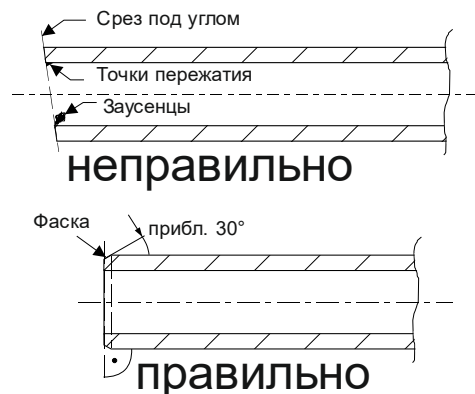

Рис. 36. Отрезание труб
- Для обрезки труб следует пользоваться труборезом. Срез должен быть перпендикулярен оси трубы. Удаляйте все заусенцы (см. Рис. 36).
- С торцов труб необходимо снимать небольшую фаску (например, с помощью скребка для чистки труб, см. Рис. 36).